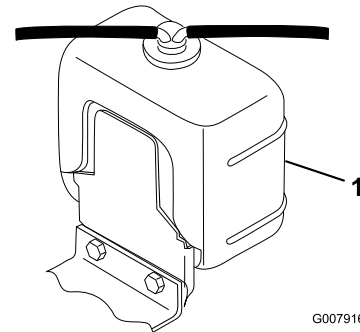

Figure 32
1. Retirez le bouchon du radiateur et le bouchon du vase d'expansion avec précaution (Figure 32).
2. Contrôlez le niveau de liquide de refroidissement dans le radiateur et le vase d'expansion (Figure 32).